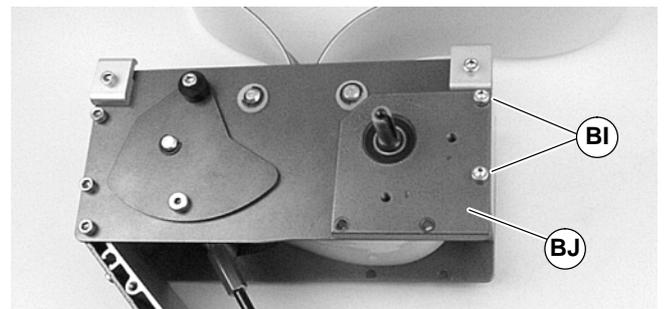
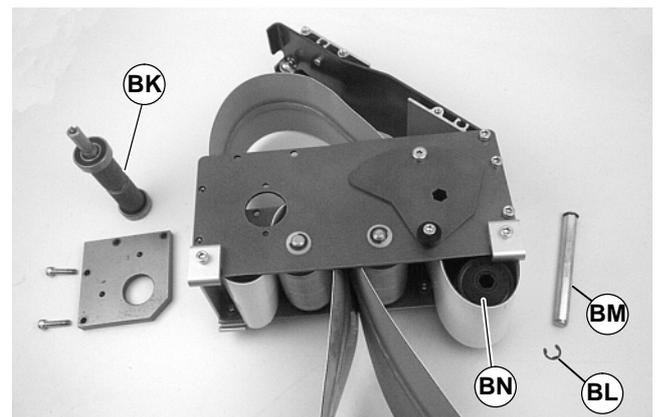
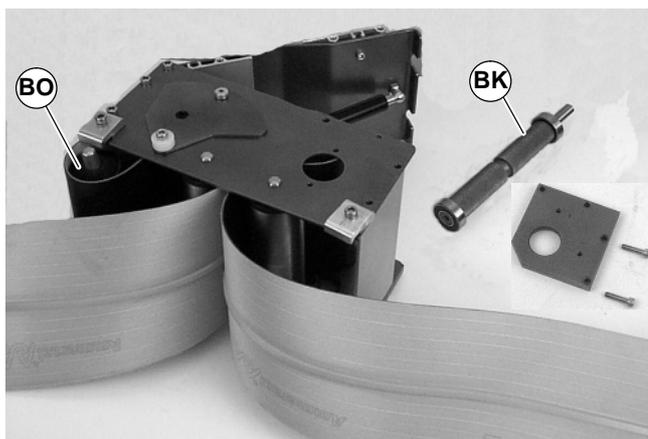

Abbildung 23
Abbildung 24
Abbildung 25
1. Die Antriebsplatten-Schrauben (BI in Abbildung 23) entfernen. Die Spannungsantriebsplatte entfernen (BJ).
2. Die Antriebsrolle ausbauen (BK siehe Abbildung 24).
- Bei 44 mm, 70 mm oder 95 mm breiten Förderern den Sprengring (BL siehe Abbildung 24) abnehmen. Umlenkswelle (BM) und Umlenkspindel abnehmen (BN).
- Bei 127 mm oder breiteren Förderern beide Seiten der gefederten Welle niederdrücken und Antriebsrolle abnehmen (BO siehe Abbildung 25).
3. Die Umlenkrolle mit Nut (BN siehe Abbildung 24 oder BO siehe Abbildung 25) in die Bandschleife legen und in das Antriebsmodul einsetzen. Siehe „Ausbau des Gurtes vom Mittenantriebsmodul“ und Schritt 3 mit Seite 12 in umgekehrter Reihenfolge ausführen.
4. Die Antriebsrolle (BK siehe Abbildung 24 oder 25) in die Bandschleife legen und in das Antriebsmodul einsetzen. Siehe „Ausbau des Gurtes vom Mittenantriebsmodul“ und Schritte 1 und 2 auf Seite 11 in umgekehrter Reihenfolge ausführen. Die Schrauben (BI siehe Abbildung 23) mit 9 Nm festziehen.